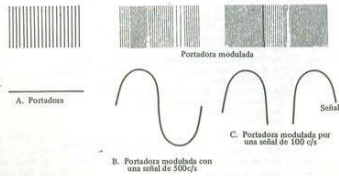

Figura-6
En la modulación de frecuencia (FM), la amplitud de la onda modulada se mantiene a un valor constante, el mismo valor que tenía la onda portadora antes de ser modulada. Cuando se modula, la frecuencia de la portadora se varía proporcionalmente con la amplitud de la señal moduladora y aún ritmo determinado por la frecuencia de la señal. Esto se muestra en la figura 6. Notese que la frecuencia de la onda modulada aumenta a medida que la tensión de la señal aumenta y disminuye cuando está última disminuye. La comparación de las figuras A y B muestran que la variación en frecuencia está determinada solamente por la amplitud de la señal, y que la velocidad con que varía la frecuencia, tiene determinada por la frecuencia de la señal. La frecuencia sin modular de un transmisor de FM se denomina FRECUENCIA DE REPOSO O FRECUENCIA CENTRAL. Esta frecuencia de reposo corresponden a la frecuencia asignada al transmisor. Cuando se aplica una señal de modulación, la variación de frecuencia, bien sea por encima o por debajo de la frecuencia de reposo, se denomina DESVIACION DE FRECUENCIA; y la variación total de frecuencia se denomina